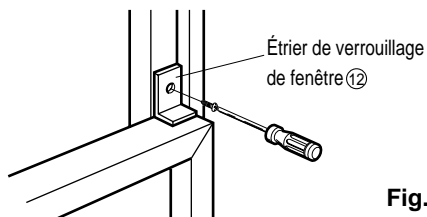

Fig. 9
- 12 Fixez l'étrier de verrouillage de fenêtre 12 à l'aide d'une vis de type C 7. (Voyez la fig. 9)